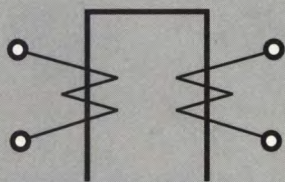

FIGURA 1
**2. Il simbolo rappresentato in Figura 1, sta a significare:**